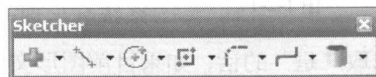

图 1-1-3
(2) 工具栏: 工具栏上的按钮可以说是快速功能键,只要选取工具栏上的按钮即可进入 Mastercam 特定的指令状态,不需经由多重的菜单从而节省绘图时间。即使在其他指令当中也可以随时插入使用工具栏上的功能键,不需离开原功能。在屏幕上方排列的工具栏按钮数量可以根据需要随时增加或者隐藏。图 1-1-3 所示为“Create (绘图)”工具栏。